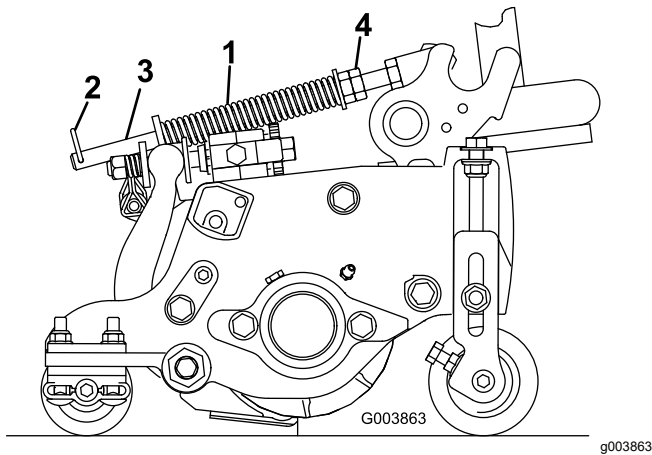

Figura 21
El muelle de compensación del césped (Figura 21) transfiere peso del rodillo delantero al trasero. (Esto ayuda a reducir el patrón de ondulación en el césped.)
1. Asegúrese de que el pasador de horquilla está instalado en el taladro del extremo de la varilla (Figura 21).
2. Apriete las tuercas hexagonales del extremo delantero de la varilla del muelle hasta que la longitud comprimida del muelle sea de 15,9 cm (Figura 21).